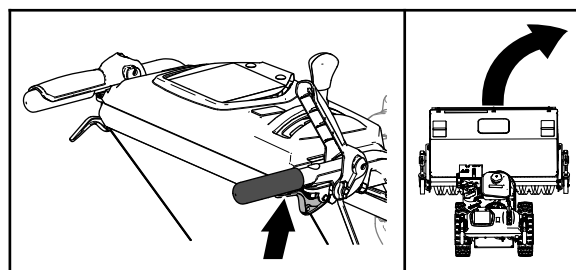

Bild 17
- Um nach rechts zu fahren, drücken Sie den Fahrtriebshebel und drücken Sie den rechten Radkupplungshebel (Bild 17).